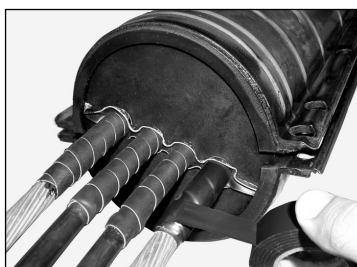

**Figura 44**
**6.19** Apriete con una llave a crique los tornillos laterales de los cabezales, alternando de dos a tres vueltas por vez, hasta que el exceso de cinta de banda se separe y se doble hacia atrás. Cuando los cabezales laterales queden completamente cerrados, corte con una tijera el exceso de cinta de banda (Figura 44).